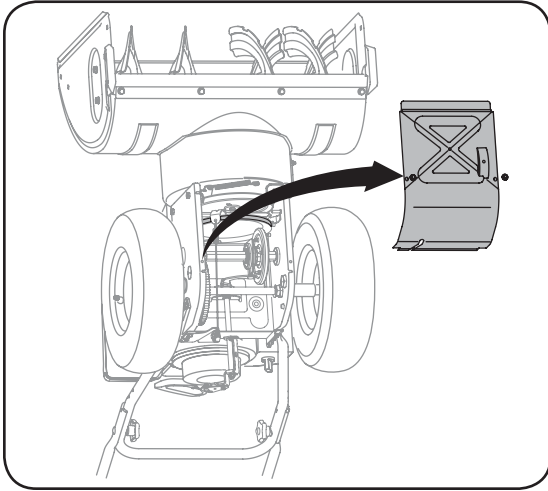

Figure 6-5
1. Basculez doucement la souffreuse vers l'avant pour la faire reposer sur l'habitacle de la tarière. Voir la Figure 6-5.
2. Démontez le couvre-châssis du dessous de la souffreuse en retirant les quatre vis auto-taraudeuses qui le maintiennent en place. Voir la Figure 6-5.
2. Basculez doucement la souffeuse vers l'avant pour la faire reposer sur l'habitacle de la tarière. Voir la Figure 6-5.
2. Basculez doucement la souffléuse vers l'avant pour la faire reposer sur l'habillage de la tarière. Démontez le couvre-châssis du dessous de la souffléuse en retirant les quatre vis auto-taraudeuses qui le maintiennent en place. Voir la Figure 6-5.
1. Basculez la souffluse vers l'avant puis démontez le couvre-châssis du dessous de la souffluse en retirant les vis auto-taraudeuses. Voir la Figure 6-5 à la page 17.